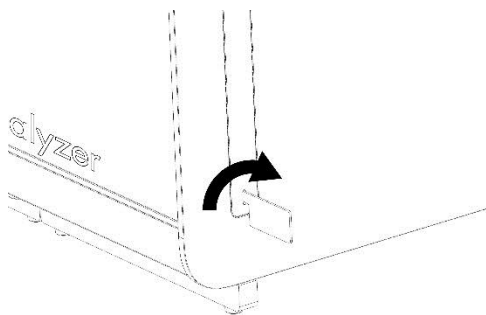

图 2 拆卸防护罩。
2. 使用 QIAstat-Dx Analyzer 1.0 随附的防护罩拆卸工具拆卸分析模块侧面的防护罩（图 2）。